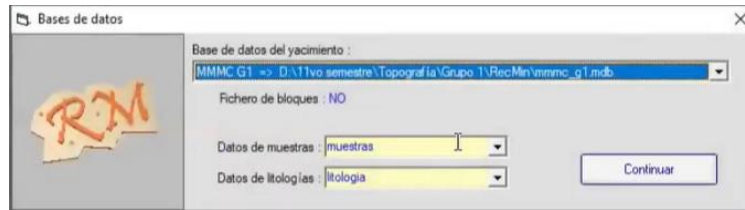

Figura 285. Dirección de la carpeta.
39. En la ventana “Base de datos”, verificar la dirección de la carpeta en la cual se encuentra guardado el proyecto y presionar “Continuar”. Figura 285.
47. Para calcular el área y perímetro, dar clic en cualquier vértice y seleccionar la opción “Área/Longitud/Información”. Figura 285.